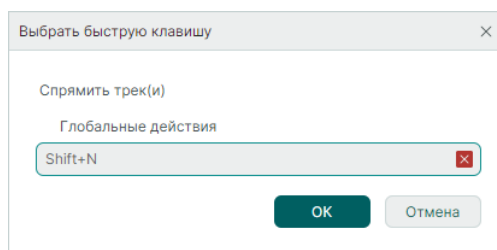

Рис. 89 Выбор быстрой клавиши (комбинации клавиш)
3. На экране отобразится окно «Выбор быстрой клавиши». Нажмите на клавиатуре клавишу или комбинацию клавиш, см. Рис. 89. Нажмите «OK».